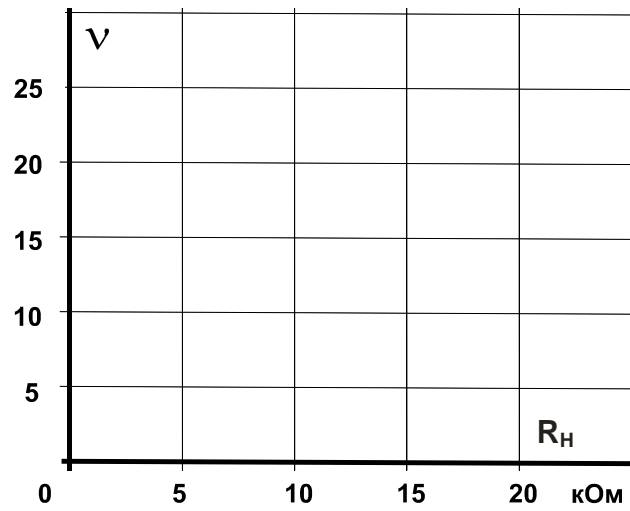

Рис. 5.4.4
- На графике (рис. 5.4.4) постройте кривую зависимости коэффициента усиления по напряжению ν от сопротивления нагрузки R_H .